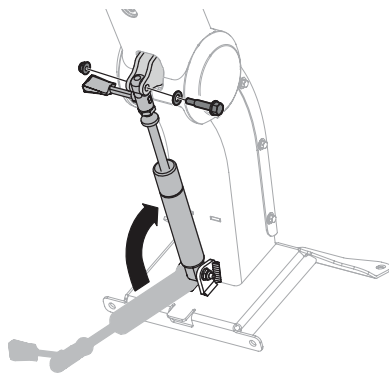

Fig. 8
4. Mientras sostiene la columna del volante en posición elevada, utilice la otra mano para elevar el cilindro de cierre basculante, alineando los agujeros en la parte superior del cilindro con los agujeros en las placas de montaje del cilindro en la parte inferior de la columna del volante (Fig. 8).
- Trabajando de derecha a izquierda, instale la arandela plana y el tornillo con reborde a través de los agujeros alineados en el paso 4 y asegúrelos con las tuercas de seguridad con brida hexagonal. Ajuste los tornillos con reborde a 120-144 pulgadas-libras (14-16 N-m) (Fig. 8 en la página 42).